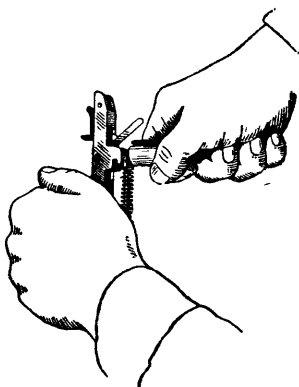

Рис. 16. Отделение курка
4) **Разобрать ударно-спусковой механизм.** Спустить курок, для чего снять предохранитель, указательным пальцем левой руки нажать на конец рычага автоспуска и, наблюдая в овальное окно спусковой скобы, совместить спусковой рычаг с шепталом, одновременно нажать на спусковой крючок. Отделить курок (рис. 16).